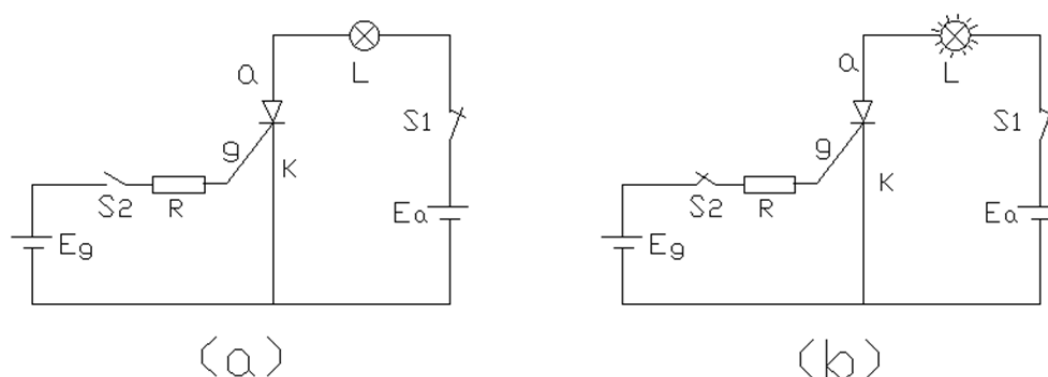

图 10 晶闸管导通实验
如图 10 单向晶闸管导通后，电路可以看成以下两部分。①由电源 $E_a + \rightarrow a$ 极 $\rightarrow k$ 极 $\rightarrow$ 电源 $E_a -$ 构成的闭合电路，称为主电路。②由电源 $E_g + \rightarrow k \rightarrow R \rightarrow g$ 极 $\rightarrow k$
如图 10，闭合 s_1 ，断开 s_2 ，灯泡不发光。表明 g 极不加正向电压时，单向晶闸管 $a-k$ 极不导通。当闭合 s_2 时，灯泡发光，如图 8b。表明 g 极加正向电压时， $a-k$ 极已导通。